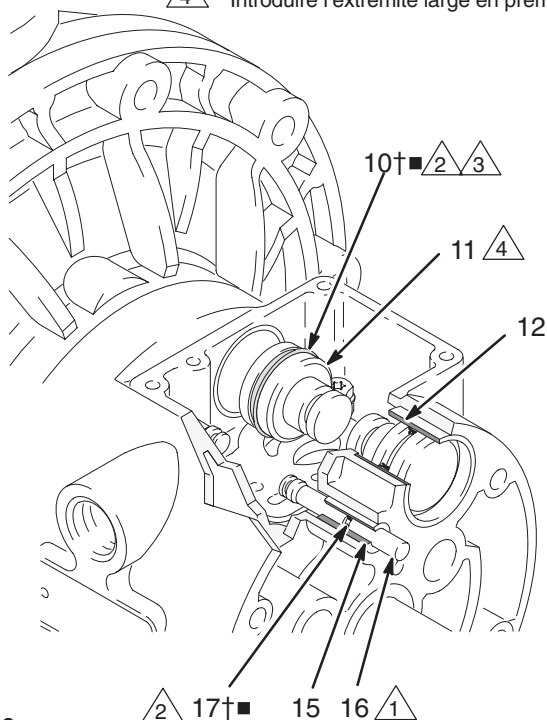

Fig. 8
4. Retirer les deux pistons actionneurs (11) des paliers (12). Retirer les garnitures en forme de U (10) des pistons. Retirer les tiges d'inversion (16) des paliers (15). Retirer les joints toriques (17) des tiges d'inversion. Voir fig. 8.
6. Inspecter les paliers (12, 15) en place. Voir fig. 8. Les paliers sont coniques et, s'ils sont endommagés, ils doivent être sortis de l'extérieur, ce qui nécessite le démontage de la partie recevant le fluide. Voir page 20.
4. Placer un joint torique (17) sur chaque tige d'inversion (16). Graisser les tiges et les joints toriques. Introduire les tiges dans les paliers (15), l'extrémité **fine** en premier. Voir fig. 8.
5. Placer une garniture en U (10) sur chaque piston actionneur (11), de sorte que les lèvres des garnitures se trouvent face à l'extrémité **fine** des pistons. Voir fig. 8.
6. Lubrifier les garnitures en U (10) et les pistons actionneurs (11). Introduire ces pistons dans les paliers (12), l'extrémité **large** en premier. Laisser l'extrémité fine des pistons libre. Voir fig. 8.